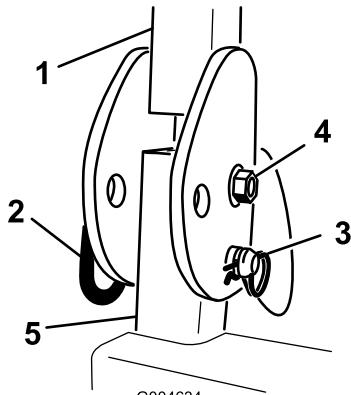

Figure 4
1. Retirez les goupilles fendues puis les 2 axes de l'arceau de sécurité (Figure 4).
| 2. Relevez complètement l'arceau de sécurité puis insérez les 2 axes et fixez ces derniers avec les goupilles fendues (Figure 4). | |